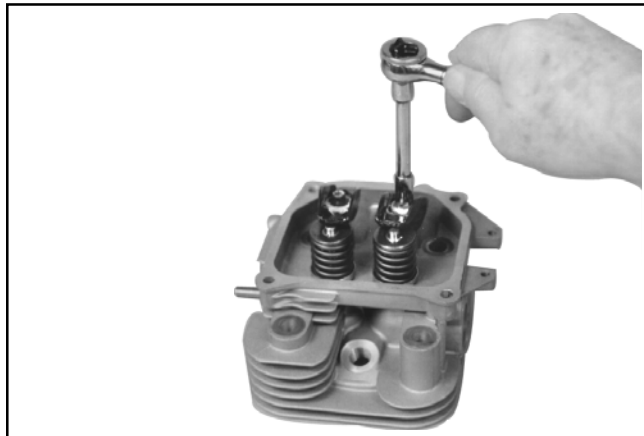

Figura 9-39. Rimozione del bilanciore.
1. Rimuovere le due viti esagonali, i perni dei bilancieri ed i bilancieri dalla testata. Vedere Figura 9-39.